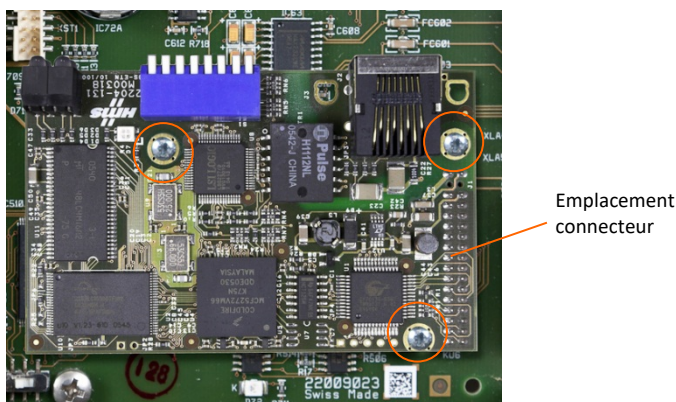

Figure 4-64 : Module d'interface d'automate programmable installé sur la carte principale
Pour enlever un module d'interface d'automate programmable de la carte principale, desserrez et enlevez les trois vis (voir la Figure 4-64) le fixant et soulevez avec précaution le module de son connecteur.
3. Installez les trois vis illustrées sur la Figure 4-64.